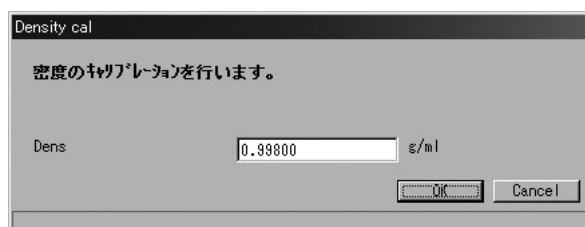

図101
- ① 画面上部メニューの「Diag/Service(T)」をクリックし、「Calibration」のドロップダウンリストの中から「Density cal」を選び再度クリックします。
- ② 図101のようなメッセージボックスが現れます。密度のキャリブレーションを行うため、センサのフローチューブを密度キャリブレーション液体で満たし、キャリブレーション液体の密度値を入力した後、「OK」をクリックしてください。